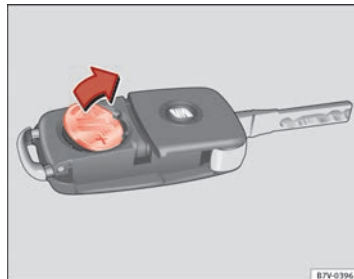

Fig. 44 Llave del vehículo: retirar la pila. ►
- Extraiga la pila del compartimento con un objeto fino adecuado ⇒ **fig. 44**.
- Coloque la nueva pila en el compartimento, presionándola tal como se muestra ⇒ **fig. 44**, en sentido contrario a la flecha ⇒ ❷.